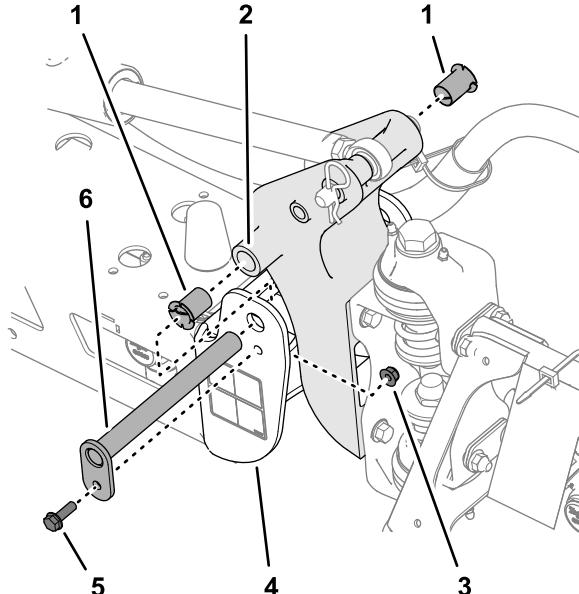

Bild 115
3. Entfernen Sie die Schraube und die Mutter, mit denen der Lagerbolzen befestigt ist, und nehmen Sie den Bolzen ab (Bild 115).
- 5. Nehmen Sie die Nylonbüchsen vorne und hinten an der Schwenkhalterung ab und prüfen Sie sie (Bild 115).
- 6. Tragen Sie etwas Öl auf die Nylonbüchsen auf und setzen Sie diese in die Schwenkhalterung ein (Bild 115).
- 7. Flüchten Sie die Löcher in der Schwenkhalterung mit den Löchern im Endkanal aus (Bild 115).